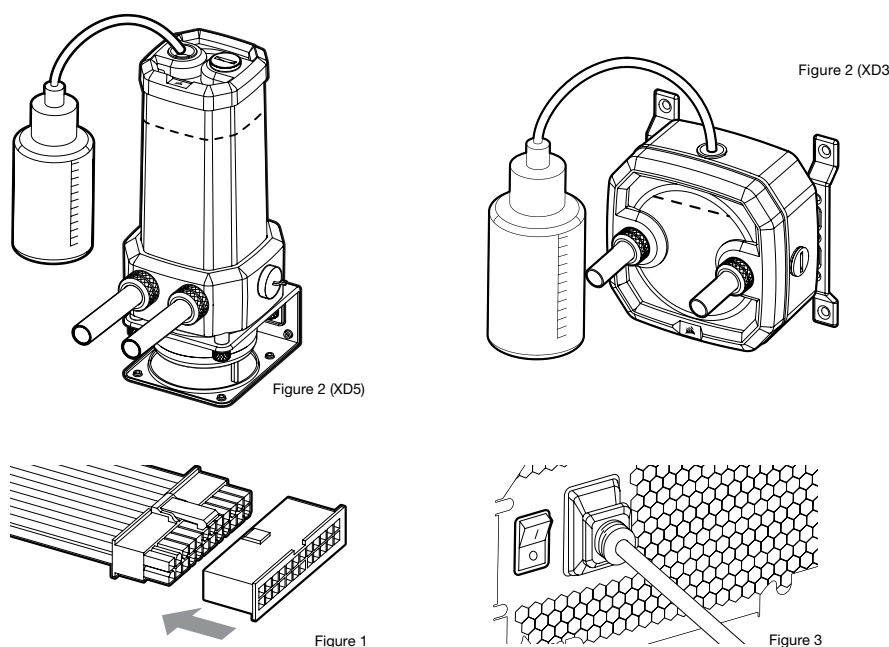

Figure 2 (XD3)
2. 将RGB连接器插入CORSAIR iCUE Commander PRO / CORE XT的端口或Lighting Node PRO的端口(图2)。